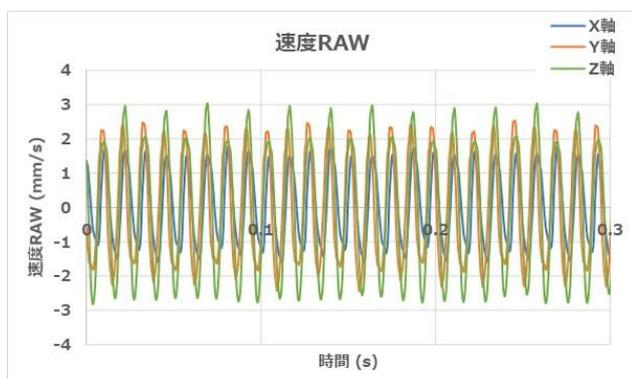

図 1.1 A342/A542 速度 RAW 出力
- A342/A542速度RAW出力の例を図1.1に示します。